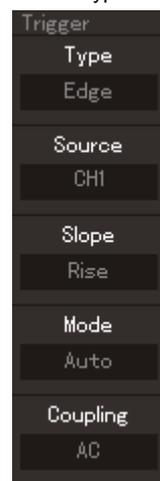

Рисунок 1-12. Меню настройки запуска
2) Нажмите кнопку [TRIGGER MENU] в зоне управления запуском, чтобы вызвать меню настройки запуска для изменения настроек (Рисунок 1-12).